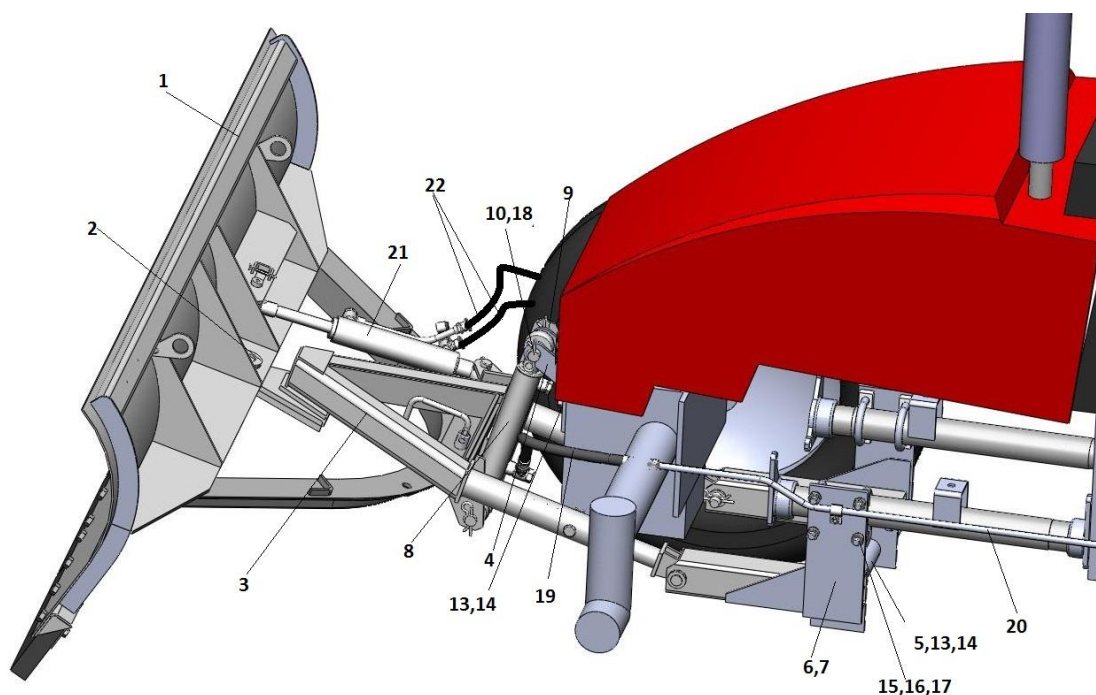

Рис. 1 Отвал с гидроповоротом
2.4.1. Плужное оборудование навешивается на лонжероны базового трактора. В зависимости от модификации КОВ поставляется как с гидроповоротом (рис.1), так и без него.
Плужное оборудование (рис. 1.) состоит из: